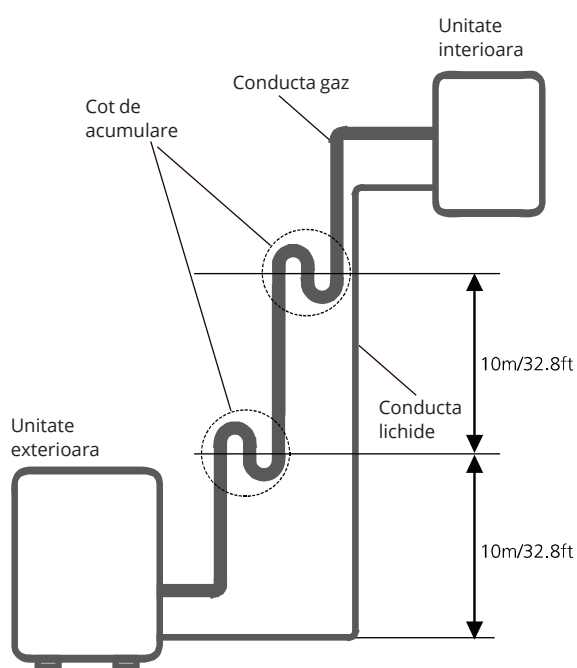

Fig. 7.3
- Scurgerea uleiului înapoi în compresor, poate cauza comprimarea lichidelor sau deteriorarea returului de ulei. Acumularile de ulei pot fi evitate dacă se instalează coturi în conducta de gaz. Instalați coturi la fiecare 10 (32.8 picioare). (Vezi Fig 7.3)